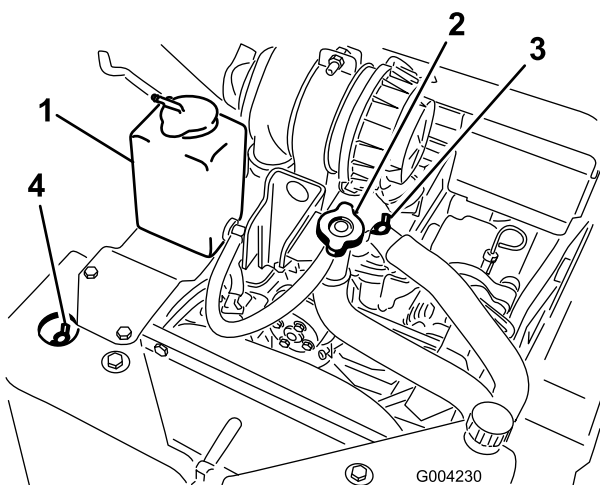

Figure 15
- A. Enlevez le bouchon de remplissage (Figure 15).
- B. Ouvrez les soupapes de purge de liquide de refroidissement avant et supérieure (Figure 15).
commence à sortir par la soupape de purge avant (Figure 15).
- D. Fermez la soupape de purge avant (Figure 15).
- E. Versez du liquide de refroidissement dans le goulot de remplissage jusqu'à ce qu'il commence à sortir par la soupape de purge supérieure (Figure 15).
- F. Fermez la soupape de purge supérieure (Figure 15).
- G. Versez du liquide de refroidissement dans le goulot de remplissage jusqu'à ce qu'il monte dans le goulot (Figure 15).
- H. Remettez le bouchon de remplissage (Figure 15).
- I. Ajoutez du liquide de refroidissement dans le vase d'expansion jusqu'à ce qu'il atteigne le trait du plein sur le côté du vase (Figure 15).